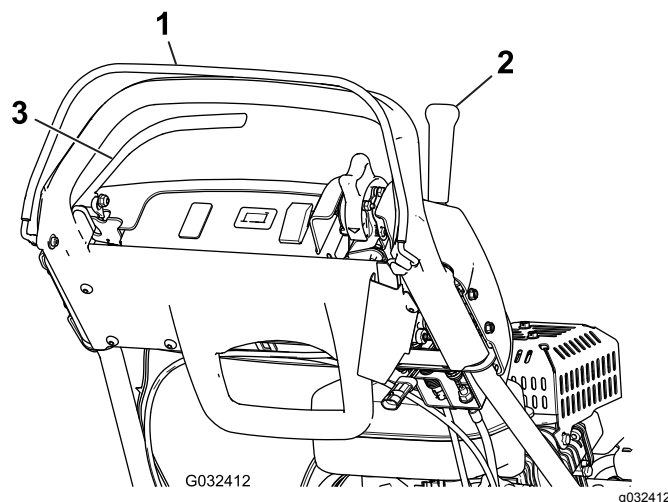

Figura 29
3. Con el CPO quitado, intente engranar la palanca de tracción (Figura 29). La palanca de tracción **no debe** engranarse. Si la palanca de tracción se engrana, es necesario ajustar el sistema de interruptores de seguridad. Corrija el problema antes de usar la máquina; consulte Mantenimiento del interruptor de seguridad de la tracción (página 34).
4. Con el CPO apretado y la palanca de tracción engranada, suelte el CPO (Figura 29). La palanca de tracción **debe** desengranarse. Si la palanca de tracción no se desengrana, es necesario ajustar el sistema de interruptores de seguridad. Corrija el problema antes de usar la máquina; consulte Mantenimiento del interruptor de seguridad de la tracción (página 34).
5. Con el CPO apretado y la palanca de cambios hacia la izquierda, engrane la tracción y el molinete, y suelte el CPO (Figura 29). La palanca de tracción **debe** desengranarse. Si la palanca de tracción no se desengrana, es necesario ajustar el sistema de interruptores de seguridad. Corrija el problema antes de usar la máquina; consulte Mantenimiento del interruptor de seguridad de la tracción (página 34) o Ajuste del control del molinete (página 37).
6. Con el CPO presionado y la palanca de cambios hacia la izquierda para engranar la tracción y el molinete, mueva la palanca de cambios a la derecha para desengranar la transmisión del molinete (Figura 29). La transmisión del molinete **debe** desengranarse. Si la transmisión del molinete no se desengrana, es necesario ajustar el sistema de interruptores de seguridad. Corrija el problema antes de usar la máquina;
2. Con el CPO apretado, la palanca de tracción engranada y los controles del motor en la posición de arranque (Figura 29), intente arrancar el motor. El motor **no debe** arrancar. Si el motor arranca, es necesario ajustar el interruptor de seguridad. Corrija el problema antes de usar la máquina; consulte Mantenimiento del interruptor de seguridad de la tracción \(página 34\).
2. Con la palanca de tracción desengranada, el freno de servicio puesto y los controles del motor en la posición de arranque (Figura 29), intente arrancar el motor. El motor **debe** arrancar. Si el motor no arranca, es necesario ajustar el interruptor de seguridad. Corrija el problema antes de usar la máquina; consulte Mantenimiento del interruptor de seguridad del freno \(página 34\).
3. Con el motor en marcha, ponga el freno de servicio (no seguro del freno de estacionamiento), apriete el CPO y engrane la palanca de tracción (Figura 29). El motor debe trabajar para superar el efecto del freno, pero no debe pararse. Si el motor se para inmediatamente, es necesario ajustar el interruptor de seguridad. Corrija el problema antes de usar la máquina; consulte Mantenimiento del interruptor de seguridad del freno \(página 34\).
4. Con el motor en marcha, ponga el seguro del freno de estacionamiento, apriete el CPO y engrane la palanca de tracción (Figura 29). El motor **debe** apagarse. Si el motor no se para, es necesario ajustar el interruptor de seguridad. Corrija el problema antes de usar la máquina; consulte Mantenimiento del interruptor de seguridad del freno \(página 34\).